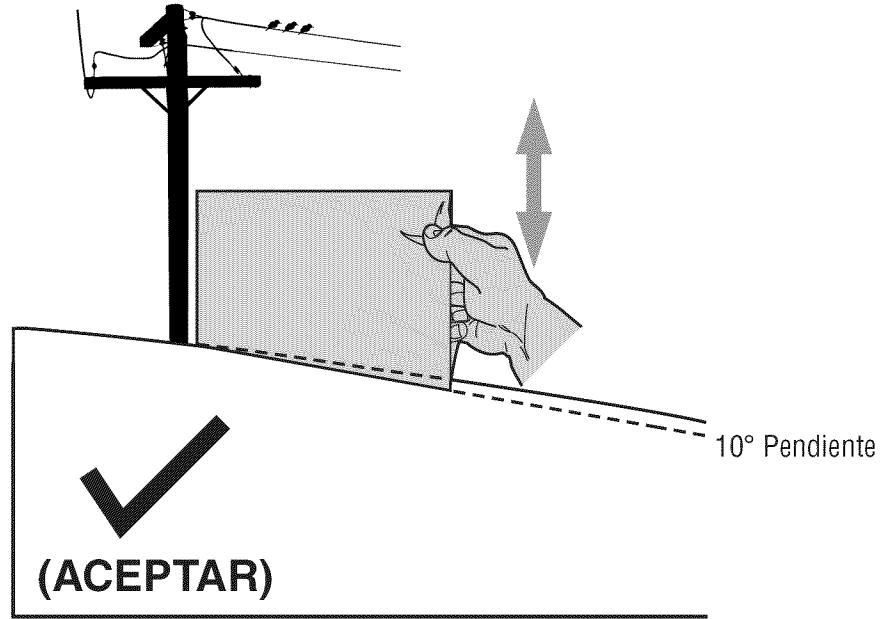
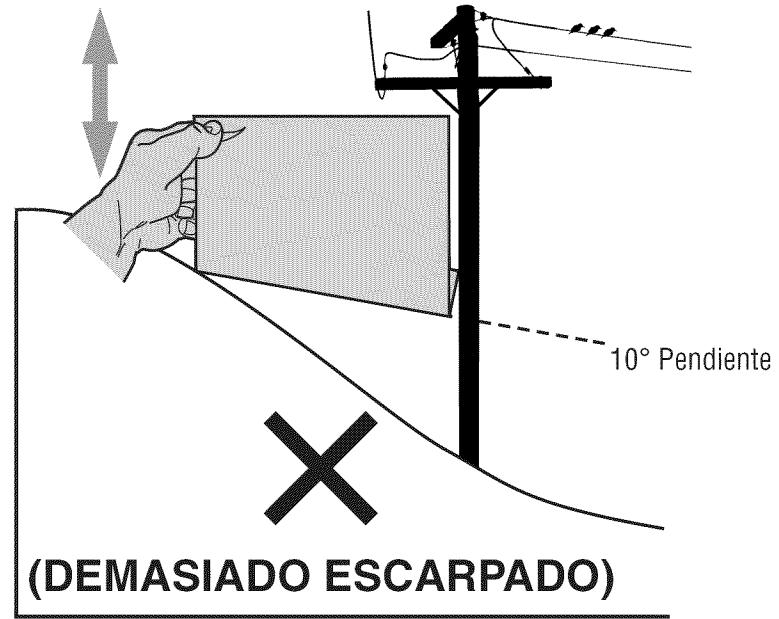

Figura 1
Figura 2
3. Alinee cada lado de pendiente de calibre con el objeto vertical (consultar Figura 1 and Figura 2 ).
4. Ajuste el pendiente de calibre arriba o hacia abajo hasta los toques esquina izquierda el pendiente (consultar Figura 1 and Figura 2 ).
5. Si hay un espacio por debajo de la pendiente de calibre, el pendiente es demasiado escarpa por operación segura (consultar Figura 2 above).